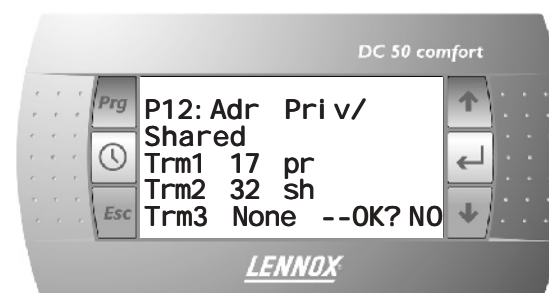

Fig. 32
- Se premir \leftarrow de novo, é apresentado o ecrã da **Fig 32**.